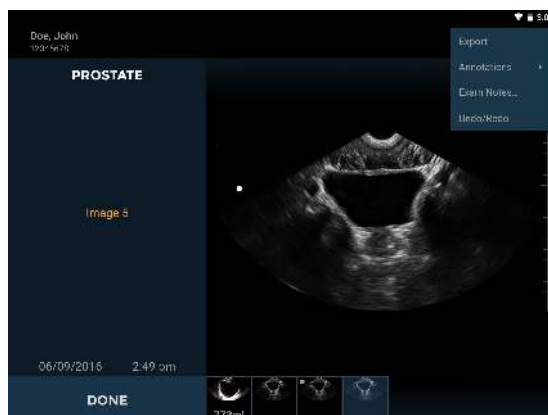

Fig. 4.1 Anmærkning
- Vælg **Anmærkning** på rullelisten (Fig. 4.1).
- Vælg **Undersøgelsesnoter** på rullelisten (Fig. 4.1).